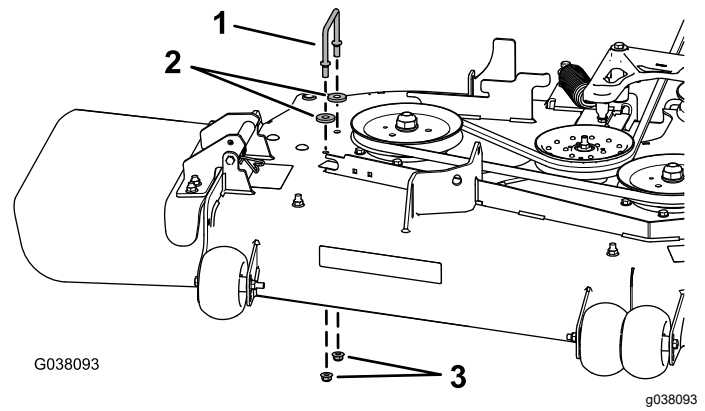

Figure 18
3. Déposez le support du protège-courroie droit, les 2 rondelles et les 2 écrous à embase du tablier de coupe (Figure 18).